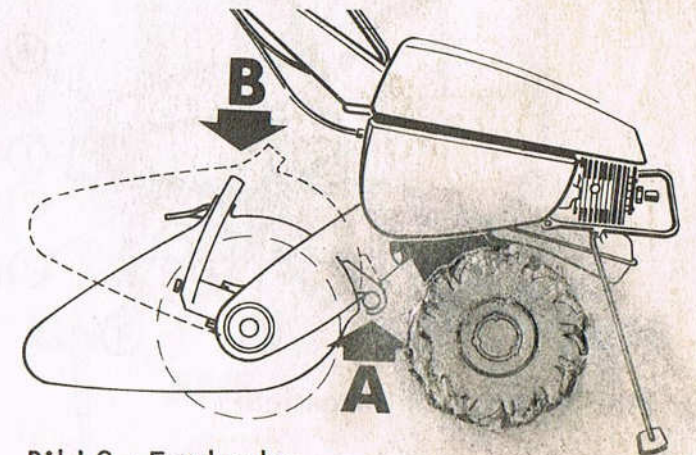

Bild 2 : Fräshaube
3. Die Fräshaube Bild 2 in die Haubenträger A einhängen – dazu wird die Stütze Bild 3/3 weggeklappt – auf die gewünschte Tiefe einstellen und mit der Knebelschraube B festklemmen.